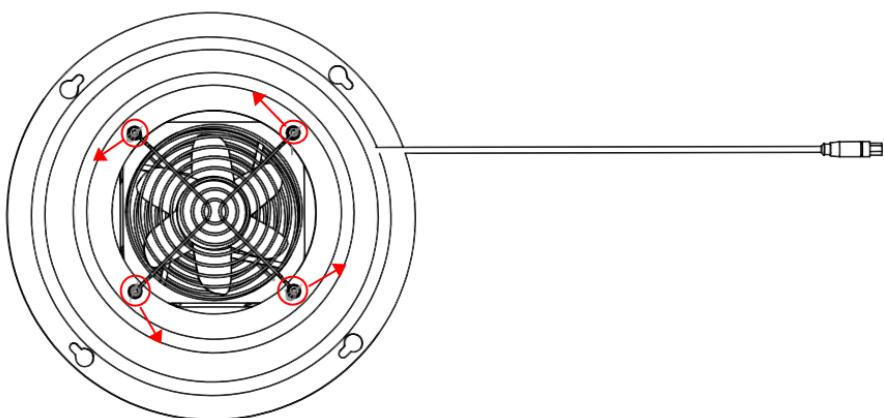

图 4-29 拆卸风扇固定螺钉
**步骤3** 取下旧的顶盖风扇组件取下，继续把固定风扇的 4 颗螺钉用 3mm 的内六角扳手逆时针旋转拆除，并取下旧的风扇，如图 4-29 所示。